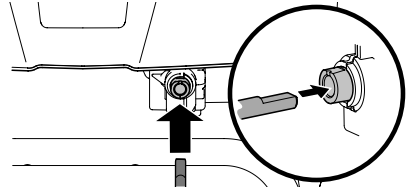

Figura 25
- Modelos con Control Eléctrico del Canal - Inserte el otro extremo del eje flexible en el acoplamiento de la varilla de control del canal debajo del panel de la manija. Asegúrese de alinear el extremo plano de la varilla y el extremo plano del acoplador. Puede ser necesario girar la varilla hasta que se alineen estas dos superficies (Figura 25, recuadro).